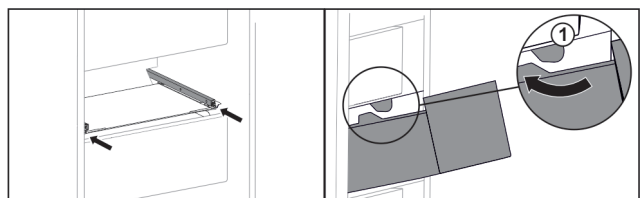

Fig. 100
- ▶ Lade rond de stoppers Fig. 100 (1) leiden.